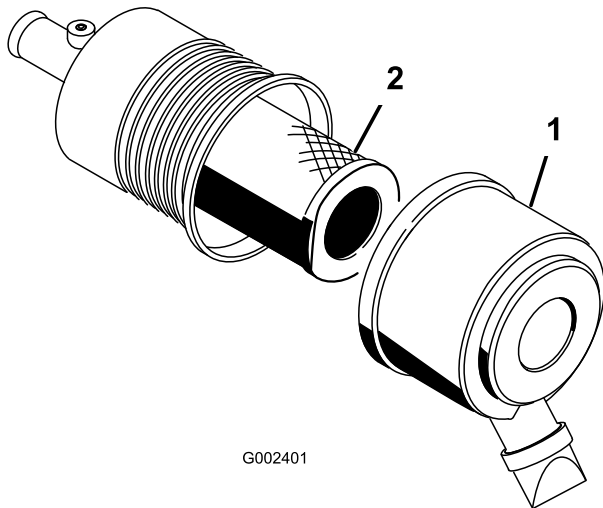

Figure 42
1. Déverrouillez le filtre à air et détachez le couvercle du boîtier du filtre (Figure 42).
3. Sortez le préfiltre du boîtier du filtre avec précaution (Figure 42).
6. Si vous remplacez l'élément filtrant de sécurité, insérez-le avec précaution dans le boîtier du filtre (Figure 42).
7. Placez ensuite le préfiltre sur l'élément de sécurité avec le même soin (Figure 42).
8. Reposez le couvercle du filtre à air, le côté en haut, et verrouillez-le (Figure 42).